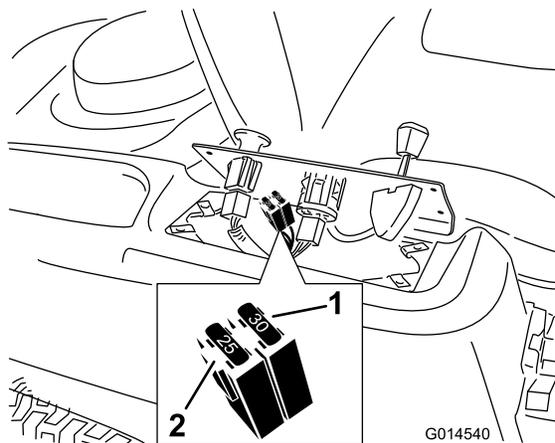

Figura 38
- Sollevate il pannello di controllo per accedere al cablaggio principale e al portafusibili (Figura 38).
- Per sostituire un fusibile, tiratelo (Figura 38) ed estraetelo dall'attacco.